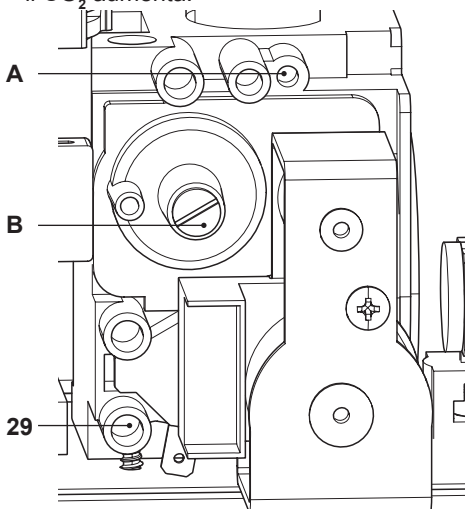

Figura 7.8
- A caldaia spenta (fuori servizio), controllare la pressione di alimentazione utilizzando la presa 29 in Figura 7.8 e confrontare il valore letto con quelli riportati nella tabella Pressioni di alimentazione gas nella sezione "Dati tecnici M270V.2025 SM" a pag. 22 e "Dati tecnici M270V.2530 SM" a pagina 26.
- Richiudere bene la presa di pressione 29 in Figura 7.8.
- Per tarare il CO_2 della caldaia (pressione del gas al bruciatore) svitare completamente il tappo in ottone di protezione **B** e agire sulla vite a brugola \varnothing 4 mm sottostante Figura 7.8, girando in senso orario il CO_2 aumenta.
- Se i due dati non coincidono agire sulla vite regolazione massimo RQ (**A** in Figura 7.8) della valvola gas e tarare il **CO₂** allo stesso valore riportato nella sezione "Dati tecnici M270V.2025 SM" a pag. 22 e "Dati tecnici M270V.2530 SM" a pagina 26. Girando in senso orario il **CO₂** diminuisce.